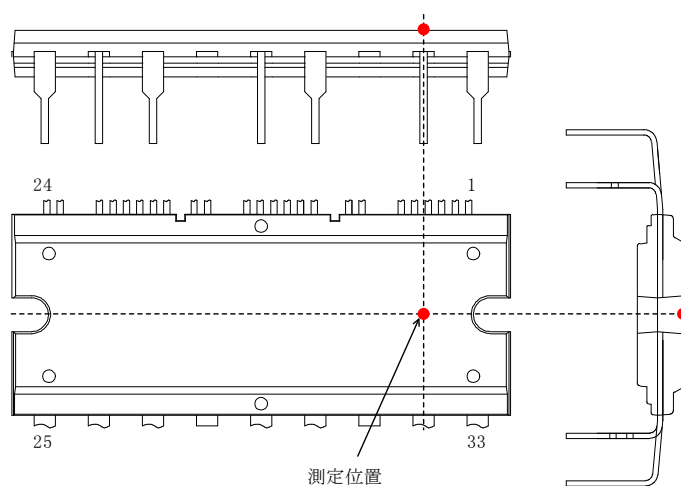

図 3-1 ケース温度測定位置
(1) ケース温度は図 3-1 で規定
(2) 内部出力素子のジャンクションとケース間の定常熱抵抗（過渡熱特性は 15.4 項を参照）
(3) 内部フリーホイールダイオードのジャンクションとケース間の定常熱抵抗